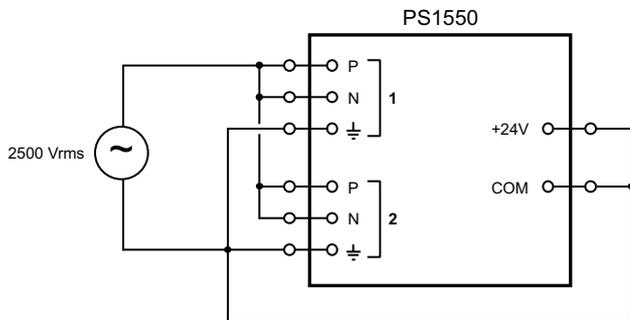

Fig. 11. Prova isolamento Ingressi-Terra.
5. L'isolamento Ingresso-Terra viene eseguita secondo lo schema di Fig. 11: la tensione applicata deve essere sinusoidale di ampiezza massima 2500 Vrms.